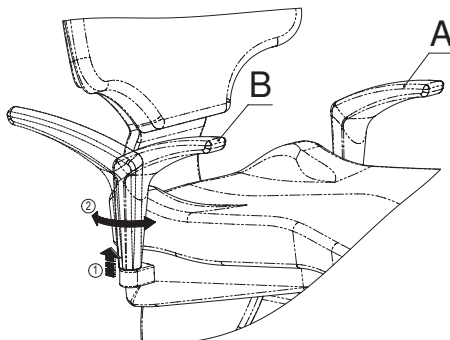

Fig. 17
Pour faire tourner l'accoudoir (B), il faut le tirer vers le haut (en le maintenant dans son logement) jusqu'à ce que le mécanisme giratoire se débloquent et permette sa rotation jusqu'à atteindre sa limite maximale (fin de course), où il se bloquera à nouveau. Pour remettre l'accoudoir à sa position d'origine, il suffit de le soulever à nouveau et de le repousser vers l'intérieur, jusqu'à ce qu'il se bloque automatiquement (Fig. 17).